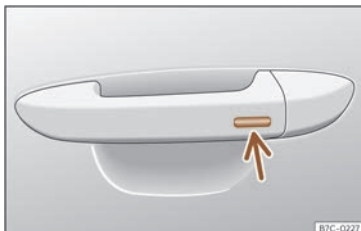

Fig. 61 Poignée de la porte : surface sensible.
• **OU** : à l'aide du système Keyless Access (verrouillage uniquement) : Appuyez un doigt pendant quelques secondes sur la surface sensible de verrouillage >>> **fig. 61** (flèche) de la poignée de porte jusqu'à ce que les vitres et le toit ouvrant se ferment. Si vous cessez de toucher la surface sensible, la fonction d'ouverture/fermeture s'interrompt.
Appuyez un doigt pendant quelques secondes sur la surface sensible de verrouillage >>> **fig. 61** (flèche) de la poignée de porte jusqu'à ce que le toit ouvrant se ferme. Si vous cessez de toucher la surface sensible, la fonction d'ouverture/fermeture s'interrompt.